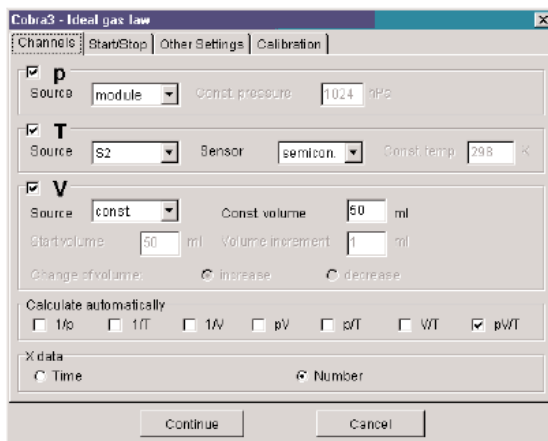

Рис. 5
6. Запустите программу «measure» и выберите в меню «Приборы» «Кобра 3. Идеальный газ». На экране монитора появится окно (рисунок 5) для установки необходимых параметров.